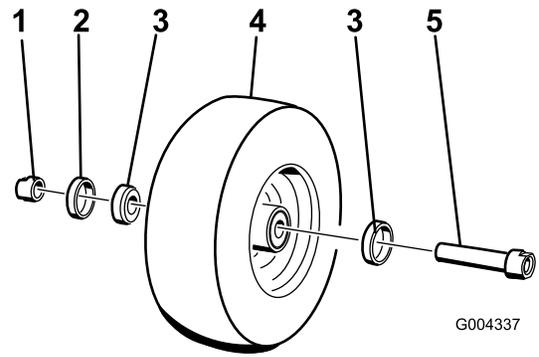

Figure 30
6. Retirez **un** des écrous-entretoises (avec méplats) de l'essieu (Figure 30).
7. Déposez l'essieu **sans** retirer l'écrou-entretoise opposé (Figure 30).
10. Insérez le roulement, assorti d'un joint neuf, dans la roue (Figure 30).
12. Montez l'assemblage écrou et essieu dans la roue du côté roulement, avec un joint neuf (Figure 30).
14. Insérez le second roulement, assorti d'un joint neuf, dans la roue (Figure 30).